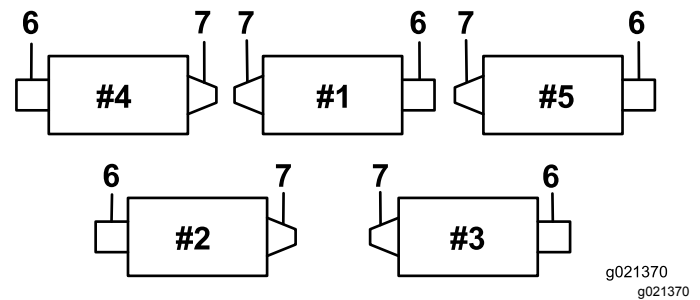
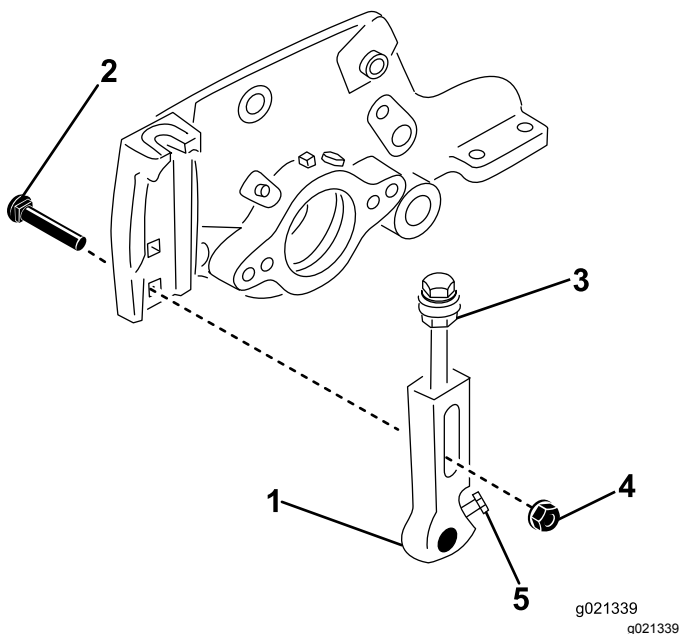
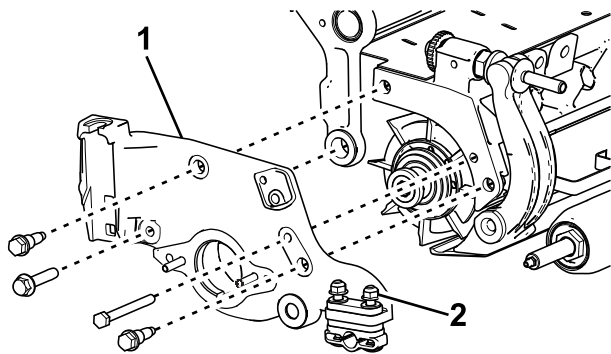

Figura 1
Figura 3
Figura 4
Tutti gli apparati di taglio vengono spediti con il contrappeso montato sul lato sinistro dell'apparato. Utilizzate Figura 1 per determinare la posizione della spazzola per rullo e dei motori dei cilindri.
6. Per apparati di taglio da 56 cm (n.2 e n.3 (Figura 1) solo lato spazzola per rullo). Rimuovete le staffe dell'altezza di taglio (Figura 3).
7. **Per apparati di taglio da 56 cm (n. 2 e n. 3 (Figura 1) solo lato spazzola per rullo).** Rimuovete la piastra laterale togliendo la bulloneria installata e allentando i dadi serrafilo del rullo posteriore (Figura 4).
8. **Per apparati di taglio da 56 cm (n. 2 e n. 3 (Figura 1) solo lato spazzola per rullo).** Rimuovete i bulloni dalla piastra laterale.
9. **Per apparati di taglio da 56 cm (n.2 e n.3 (Figura 1) solo lato spazzola per rullo).** Rimontate la piastra laterale e la staffa dell'altezza di taglio sull'apparato di taglio.
Nota: Gli inserti filettati sinistrorsi sono presenti sugli apparati di taglio n. 1, 3 e 5 (Figura 1).